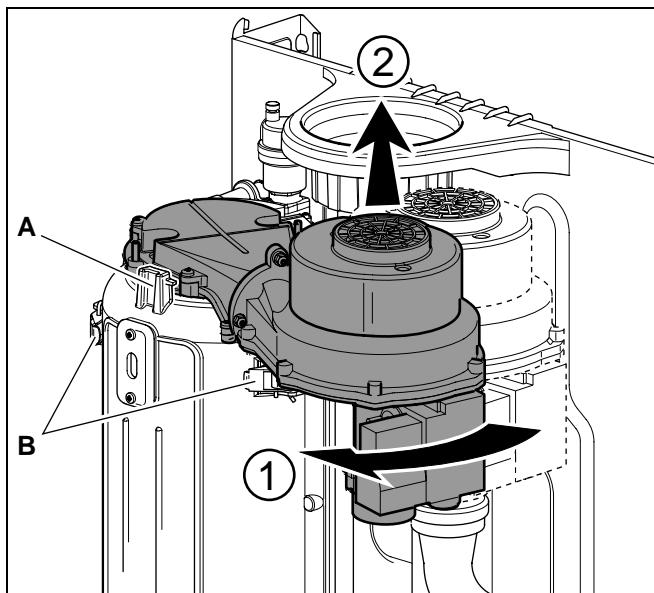

Рис. 39 Отсоединение газового/воздушного блока и горелки
Газовый/воздушный блок можно теперь демонтировать, поворачивая его на четверть оборота вперед (штыковое соединение) (рис. 39, **поз. A**) и после этого поднимая вверх из переменного блока.
- Проверить контакт между воздуходувкой и горелкой на газонепроницаемость (рис. 39, **поз. А**).